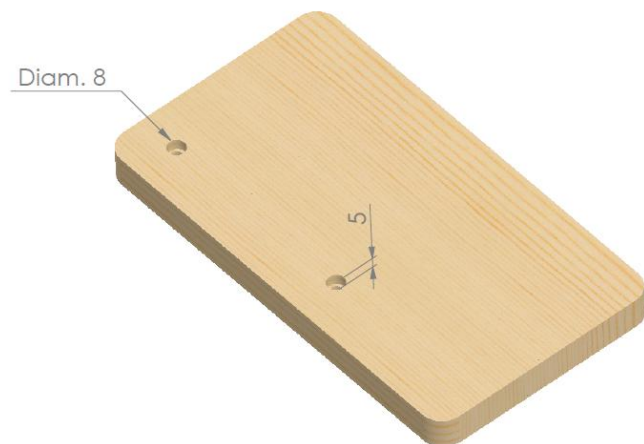

Figura 69. Fixação da chapa de apoio para os braços - Passo 2
- Passo 2: Alargue os furos feitos no passo 1 com a broca de 8 mm até uma profundidade de 5 mm para fixar os parafusos fenda M4X30 mm cabeça escareada com as porcas M4 antes de estofar, conforme a figura 69;